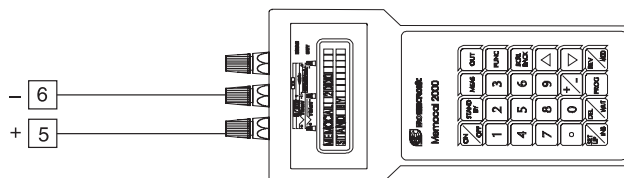

Рис.12
- Подключите тестируемый инструмент к калибратору, как показано на Рис. 12.